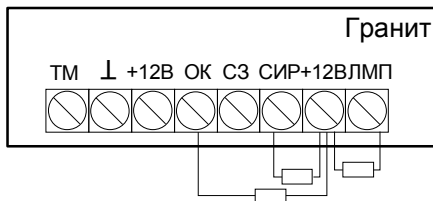

Рисунок 3.2 – Схема подключения резисторов
**Внимание!** Даже если вы не используете выходы ЛМП, +12, СИР и ОК для корректной работы прибора необходимо установить все резисторы, указанные на схеме рисунок 3.2.